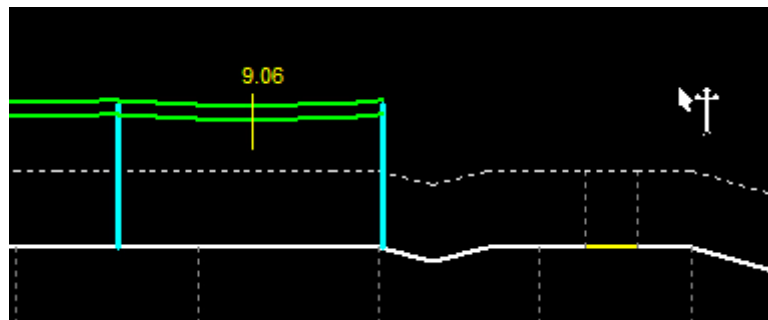

Fig. 8.6
- d) Hacer clic con el mouse en los puntos donde desee insertar las estructuras y automáticamente se generarán las catenarias. (ver Fig. 8.6)